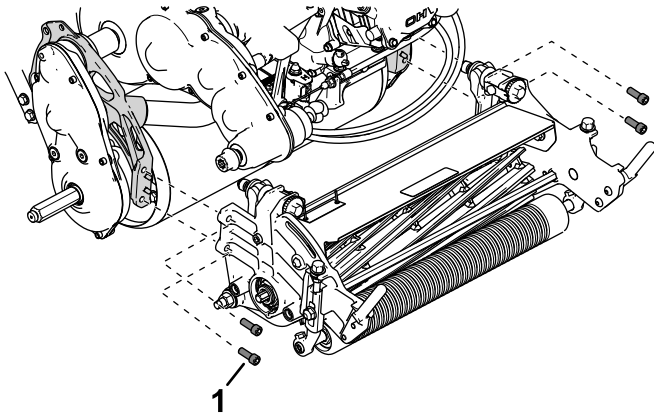

Рисунок 50
4. Отверните винты с внутренними шестигранниками, которые крепят режущий блок к раме (Рисунок 50).